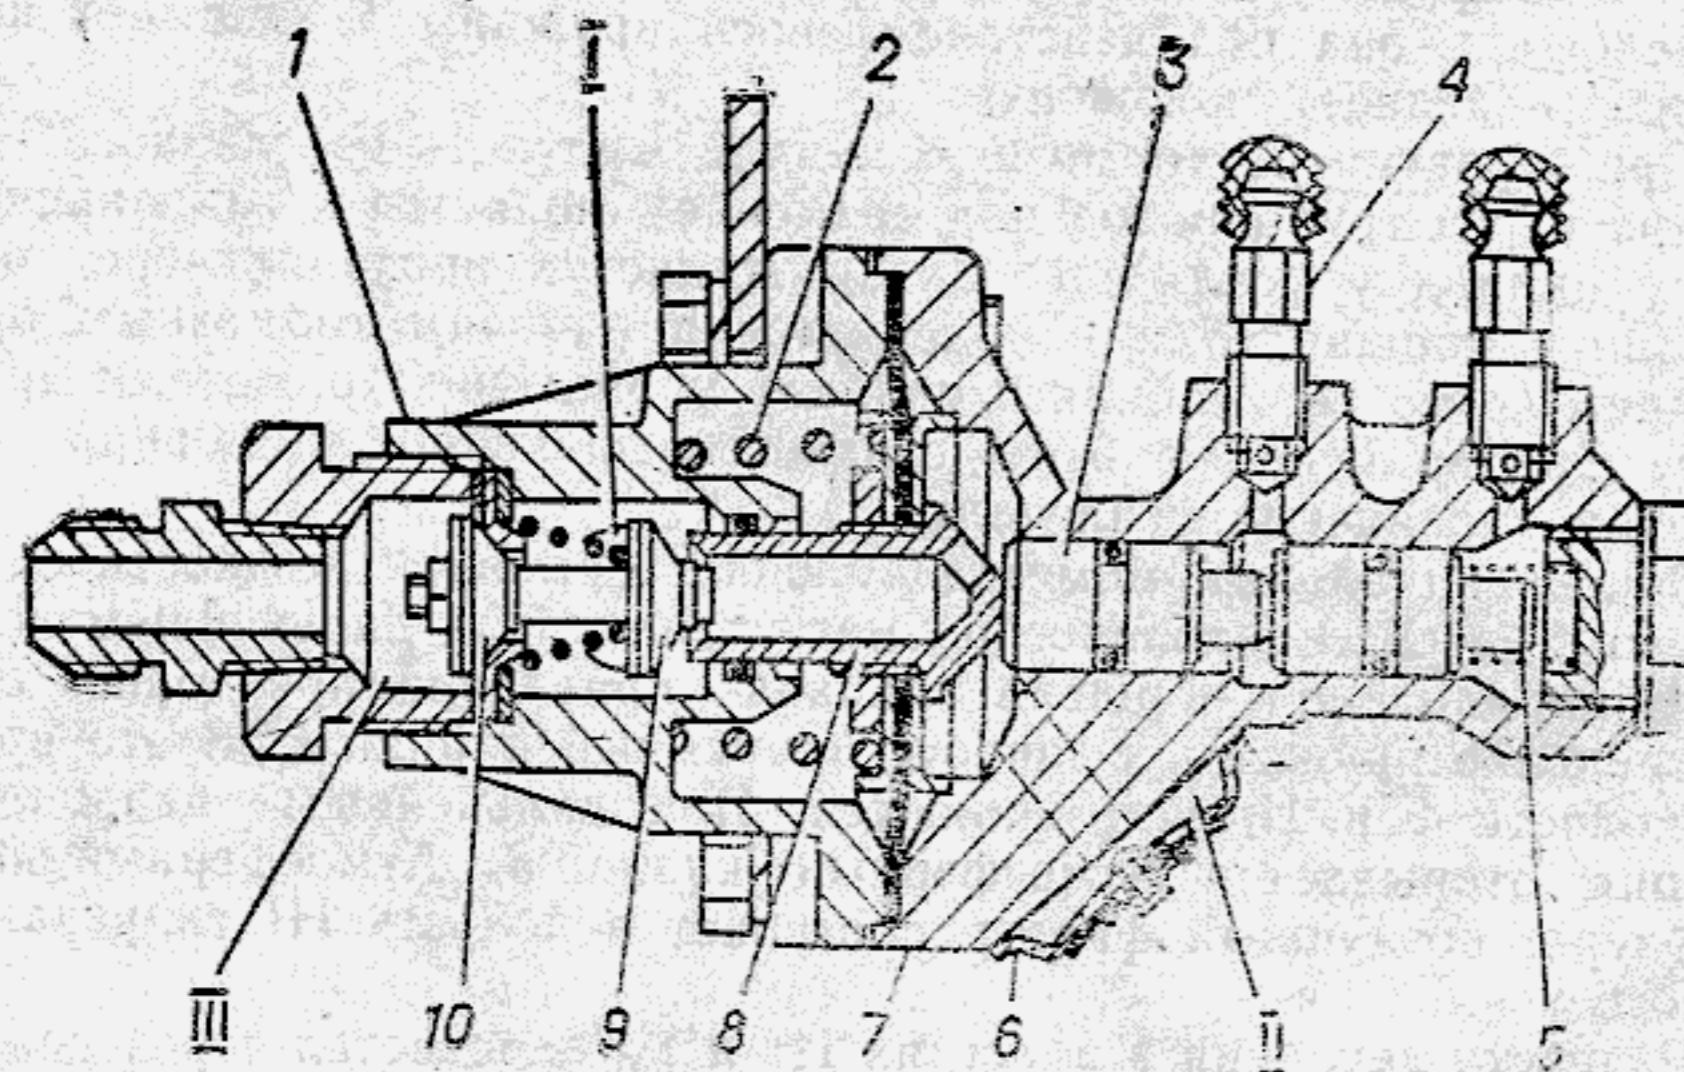

Рис. 49. Клапан управления тормозами прицепа:
**Клапан управления тормозами прицепа** (рис. 49)—гидропневматический, состоит из гидравлической и пневматической секций. В расторможенном состоянии к полости III подведен сжатый воздух из воздушного баллона автомобиля; впускной клапан 10 открыт, а полость I через седло 8 соединена с полостью II.